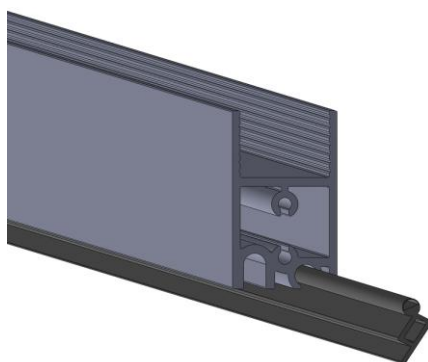

Figura 6
- Insertar la junta de goma en el perfil horizontal extremo del panel fijo (figura 6).